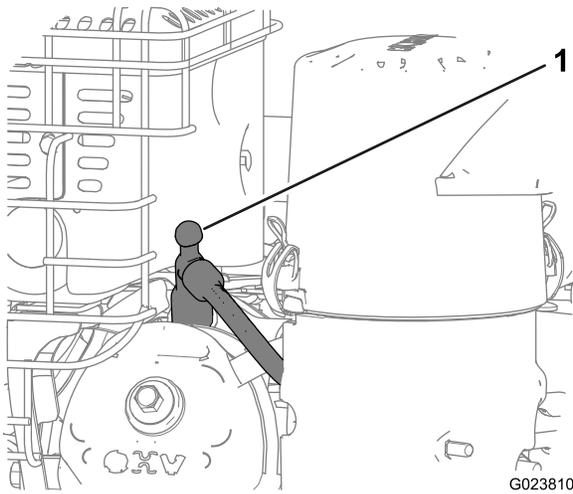

Figura 18
3. Desconecte el cable de la bujía (Figura 18).